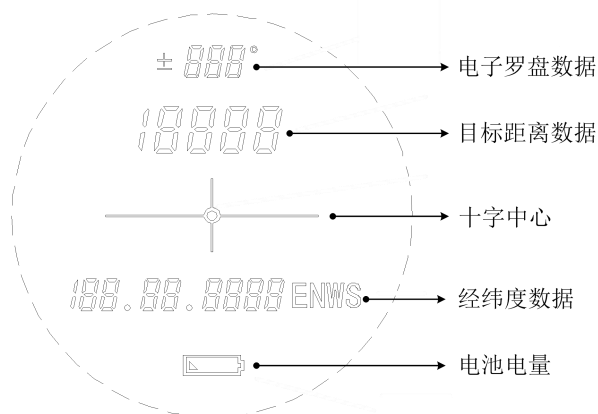

图 5：液晶显示示意图
#### 3. 激光测距：通电状态下的测距仪，瞄准目标后，短按 F 键，发射激光。待激光发射后，左边目镜内液晶屏显示目标距离数据如图 5 所示，目标距离数据显示单位 m。
(1) F 键松开后, 完成一次测距需要 1 秒的时间, 该时间段内需稳定瞄准。
(2) 测得的距离信息、罗盘信息和 GPS/北斗定位信息均可显示于左目镜的显示器内。液晶显示示意图如图 5 所示, 显示内容包括电子罗盘所测得的方位俯仰信息、测距仪测得的距离信息、十字分划、GPS/北斗接收机测得的经纬度信息和电池电量信息等。